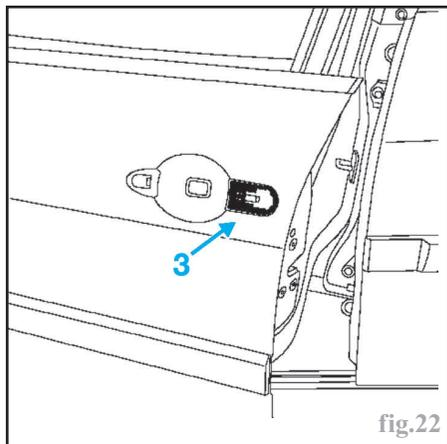

fig.22
- À la repose, vérifier la présence du joint (3) (fig.22).
- le joint (3) (fig.22).